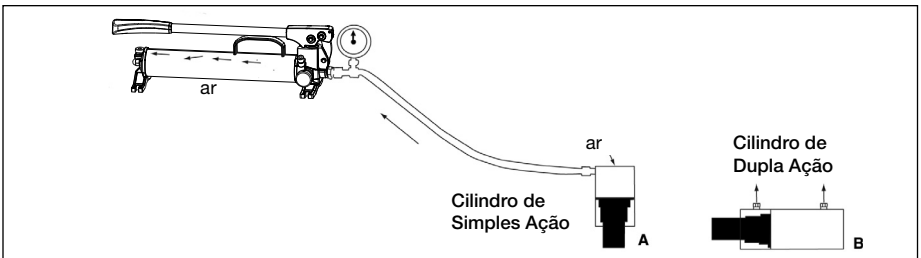

Figura 11, Sangrando o Ar
3. Coloque a bomba em posição horizontal, acima do cilindro. Ver Figura 11.
2. Coloque a bomba em posição horizontal, acima do cilindro. Ver Figura 11.